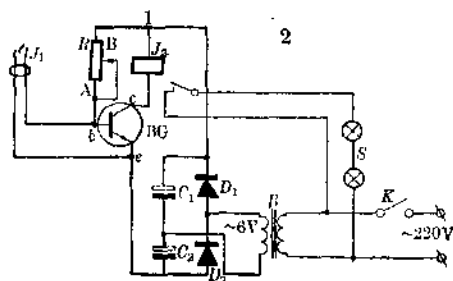

图 1
3. 恒温控制器的原理图见图 1: 三极管 BG 的基极电流 I_b 被基极电阻 R (R 约为 $60\text{k}\Omega$) 限制在 $200\mu\text{A}$ 左右, 在它的集电极电流 I_c ($I_c \approx \beta I_b$) 大于 12mA 时, 继电器就相互吸住, 接通热源的电路。其中传感器 J_1 是利用废日光灯启动器改制的, 把启动器的玻璃壳除去, 便可看到一条 U 型的双金属带和与它对峙着的一段金属杆, 一起固定在一粒椭球状的玻